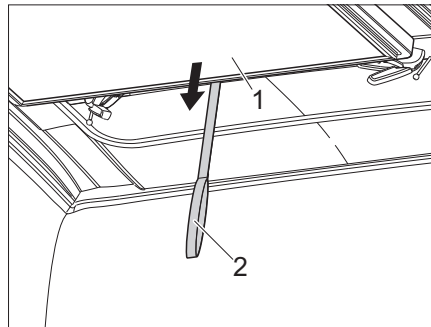

Bild 7 Liegefläche nach unten ziehen
- Liegefläche (Bild 7,1) am Gurt (Bild 7,2) nach unten ziehen.
- ▷ Vor dem Schließen des Aufstelldachs die Liegefläche (Bild 7,1) herunterziehen. Liegefläche und Aufstelldach **nicht** gleichzeitig herunterziehen.